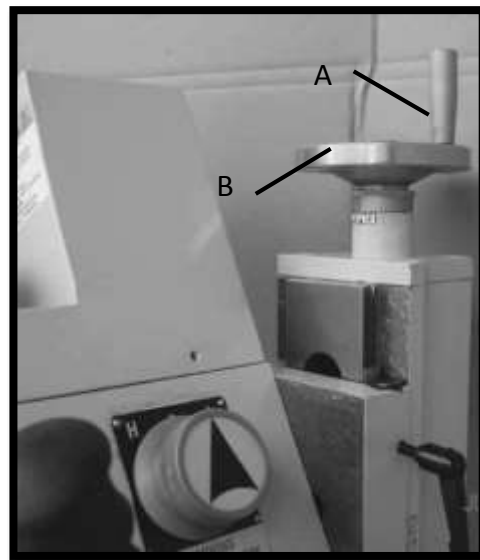

Рис.02
1. Прикрутите рукоятку (А, Рис. 02) к маховику (В, Рис. 02) и затяните ее.